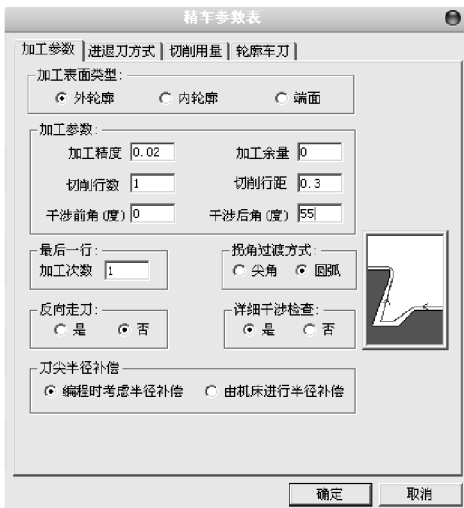
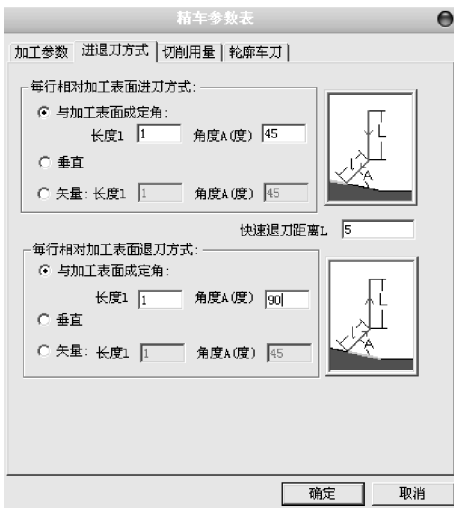

图 8-157 外轮廓精车加工参数设置
图 8-158 外轮廓精车进退刀方式参数设置
3) 在菜单栏中选择【数控车】→【轮廓精车】命令，或者单击【数控车】工具栏中的按钮，系统弹出【精车参数表】对话框，单击【加工参数】选项卡，设置的参数如图 8-157 所示；单击【进退刀方式】选项卡，设置的参数如图 8-158